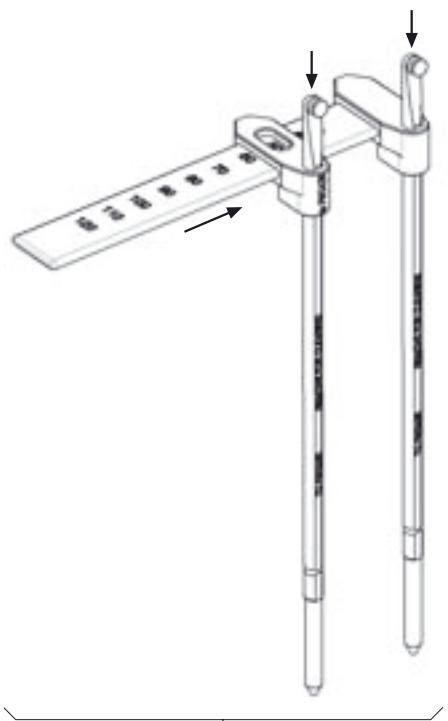

Fig. 15
- Montar o medidor do comprimento de barras **11**, ver Fig. 15.